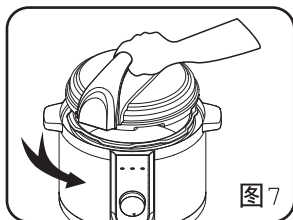
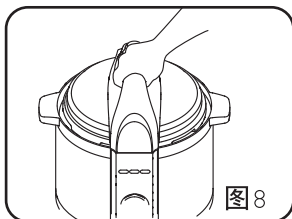

图7
图8
- (1) 检验密封圈是否已放入内盖上；
- (2) 用手左右旋转一下密封圈，使它自由均匀放置在煲盖上；
- (3) 手握煲盖手柄，平放至限位边，然后逆时针旋转煲盖至扣合位置，并到扣合声。（见图7，图8）